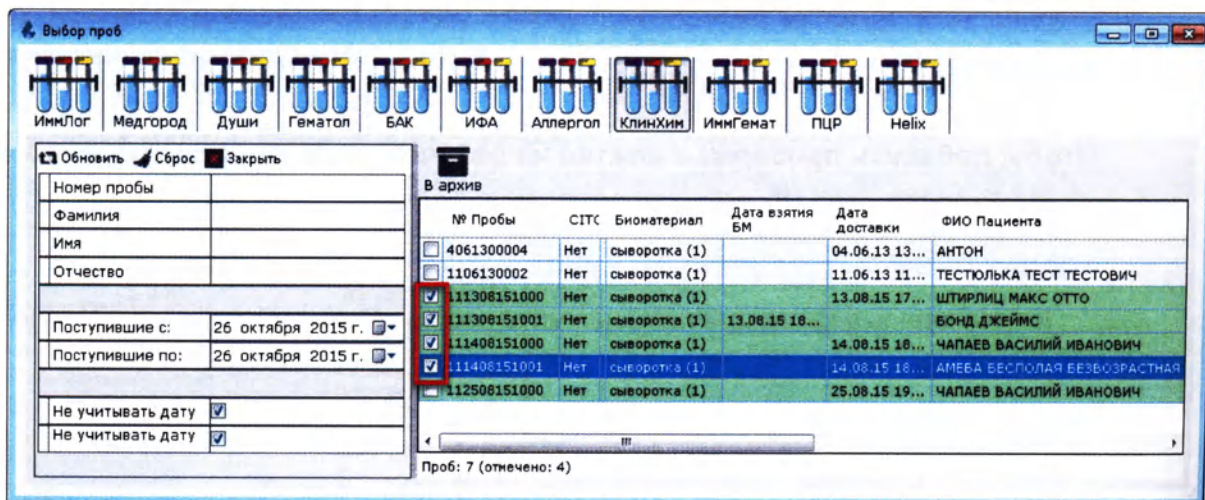

Рисунок 13.17
3. Выберите необходимые записи, выделив их галкой (Рисунок 13.17):